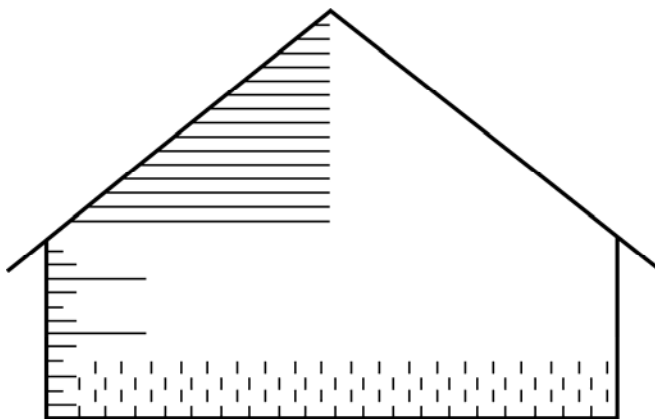

Bild 2.3.11 Giebel eines Wohnhauses
5. Sie stehen mit ihrem Chef vor dem Giebel des dargestellten Hauses (Abbildung 2.3.11) und erkennen sofort, dass dieser mit einem Mauerziegel im Format 24 DF erstellt wurde. Ihr Chef fordert sie auf, die Abmessungen des Giebels zu benennen. Sie kontern, und sagen ihm nach kurzem Nachdenken auch noch die Fläche des Giebels in m^2 .